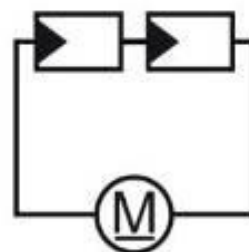

Fig. 2.9: esquema de conexión para el cableado en serie.
5. Finalmente, conectar las células solares en serie (Fig. 2.9, 2.10 y 2.11) y comparar nuevamente la velocidad de giro.